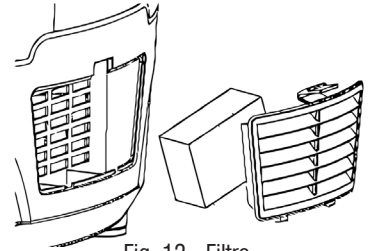

Fig. 12 - Filtro
- O usuário deve, frequentemente, verificar as condições do filtro que se encontra na parte frontal do compartimento do motor, da pistola de pintura, Fig 12. A boa condição do filtro influencia diretamente no rendimento do equipamento. Para substituí-lo basta retirar a tampa do filtro e logo a seguir o filtro. Instale um novo filtro e reconecte a tampa.